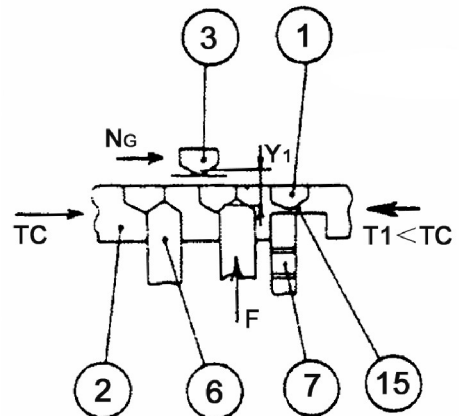
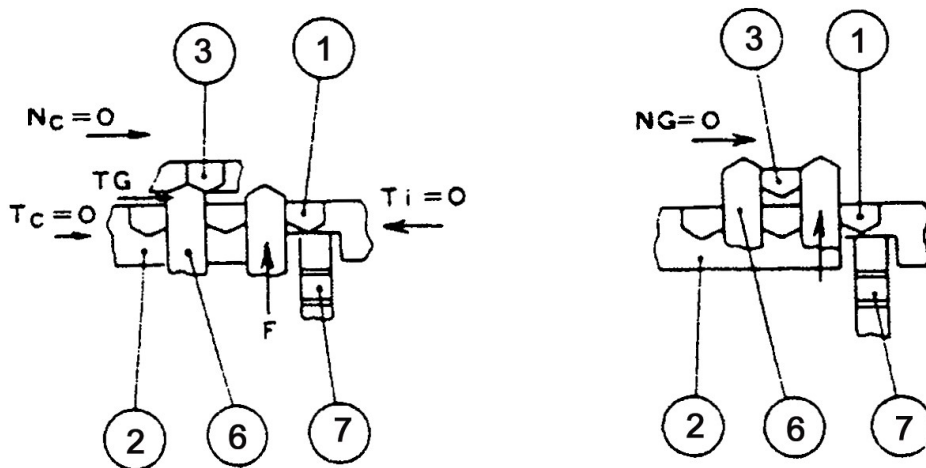

Fig. 4-7
Fig.4-9
4º Paso (Ver Fig.4-7)
6° Paso (Ver Fig.4-9)
Al pasar a través del anillo de bloque, el manguito de malla se desplaza a una distancia de Y, como se muestra en la Fig.4-7 y los chaflanes de la ranura del manguito de malla (6) entran en contacto con el chaflán de la ranura (6) (Ver Fig.4-9). Debido al contacto de los chaflanes, el par para girar el engranaje \odot ,¹¹ sobre un ángulo relativo al manguito de malla y engrana la ranura del manguito de malla con la ranura \odot ,⁶.